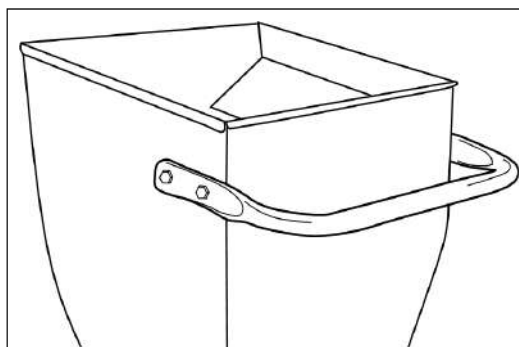

Fig.5
6.4. Mis en place de la poignée (Fig. 5)